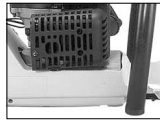

Fig. 8
8. Hæld en teskefuld 2-taktsmotorolie ned i fyringskammeret (fig. 8). Træk forsigtigt startsnoren langsomt ud nogle gange for at befugte de indvendige komponenter. Sæt nye tændrør i.